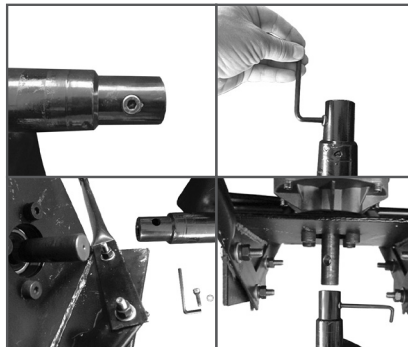

Рис. 3. Установка шнека
2. Снимите крепеж шнека (Рис.3). Отсоедините двигатель от шнека и убедитесь, что он в стороне. Двигатель должен опираться на грунт руками и валом отбора мощности.